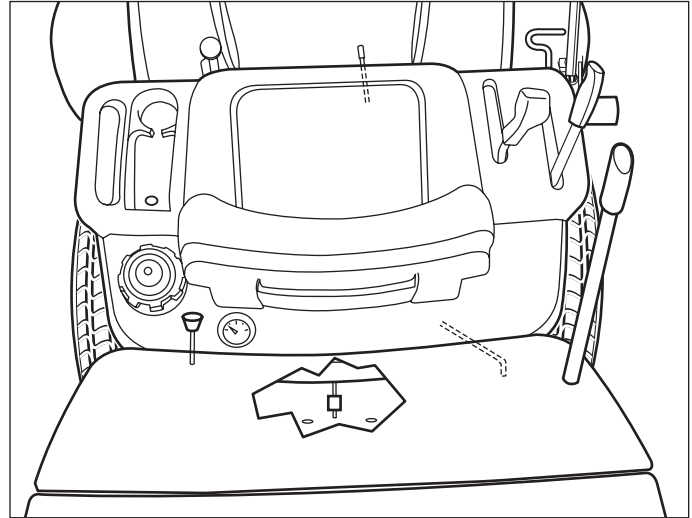

Abb. 36. Getriebeausrückhebel
4. Während der Grundgeschwindigkeitshebel nach vorne gedrückt bleibt, den Getriebeausrückhebel (A, Abb. 36) mehrmals ein- und auskuppeln.
6. Während der Grundgeschwindigkeitshebel in der Rückwärtsposition bleibt, den Getriebeausrückhebel (A) mehrmals ein- und auskuppeln.